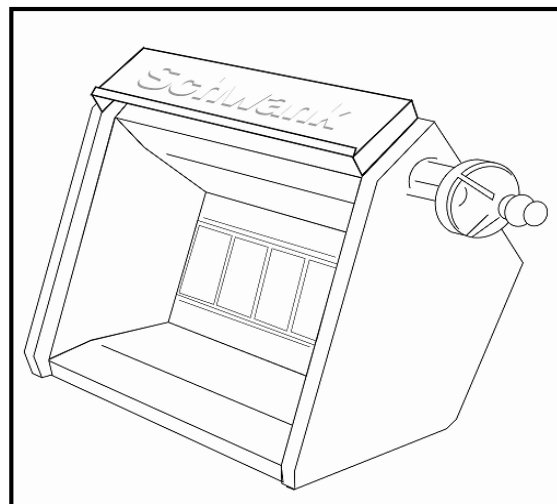

Fig. 28: Doblado de los clips hacia abajo
- ⇒ Empuje el alerón con los pliegues cortos debajo de los pliegues de ambas placas del cabezal (vea la **Fig. 28**).